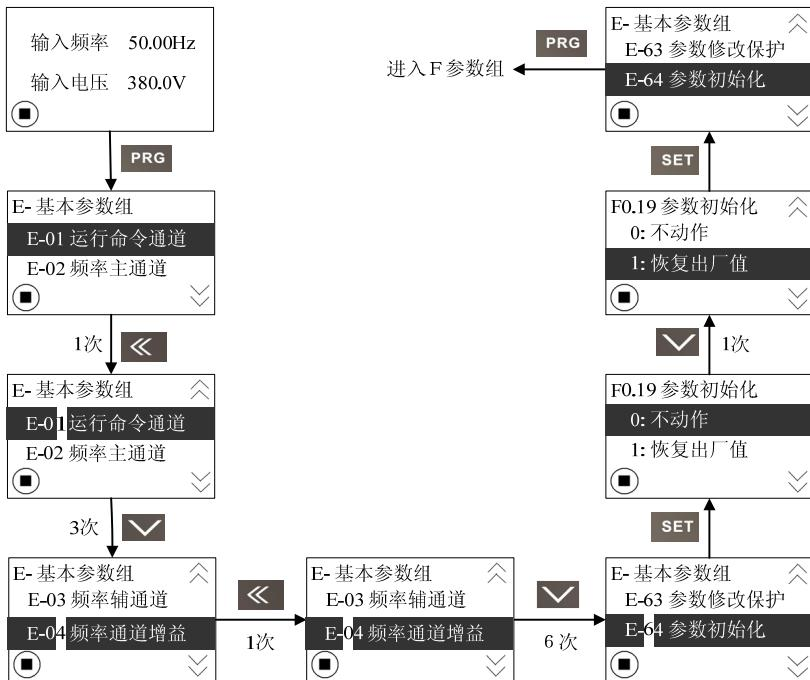

图 11 换行操作界面流程
(1) 换行操作界面流程：以功能代码 E-64 下参数初始化为例来介绍，设定 E-64 参数值为 1，就能完成参数初始化，具体操作如图 11 所示。